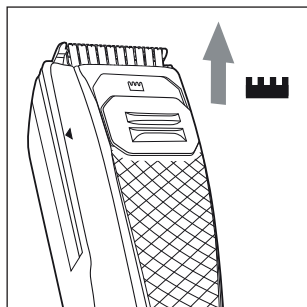

Fig. 6
- 1) Coloque o regulador da função desbastar  2 na posição , deslocando-o para cima. A função desbastar integrada na cabeça de corte 1 será deslocada para cima (ver fig. 6).